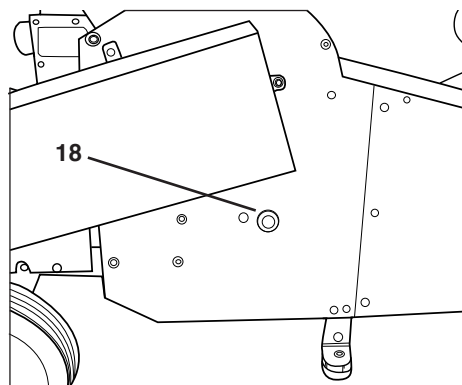

Figure 13
Desserrer l'écrou hexagonal (18) (SW 13) situé sur le côté opposé de la déchiqueteuse et retirer la douille de guidage (voir « Figure 13 »).
Poser la douille de guidage du côté opposé sur le levier de réglage (19) et visser l'écrou hexagonal (18) (SW 13) (voir « Figure 13 »).